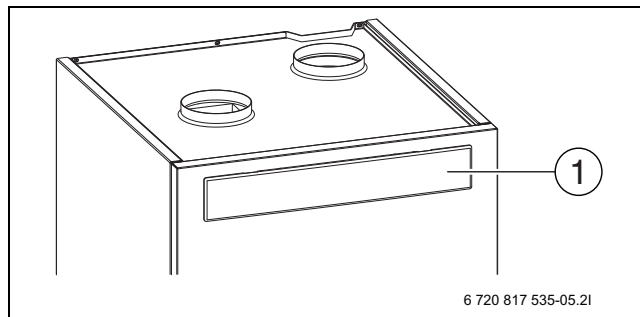

Bild 7
- ▶ Ta bort filterlocket (→ Bild 7) och dra ut filtret.